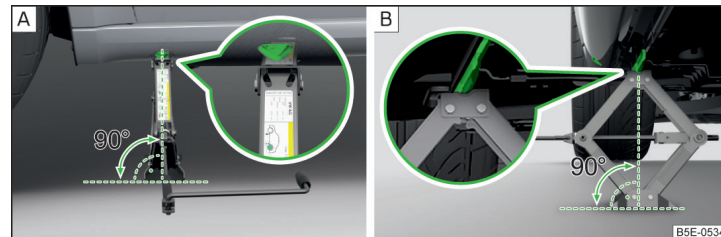

Fig. 222 Schéma du principe : Application du cric
- Posez l'embase du cric sur toute sa surface sur un sol plan et assurez-vous que le cric s'applique perpendiculairement à l'emplacement du point de prise » fig. 222.
- Faites monter le cric jusque sous le point de prise en faisant tourner la manivelle jusqu'à ce que sa griffe entoure la nervure » fig. 222.